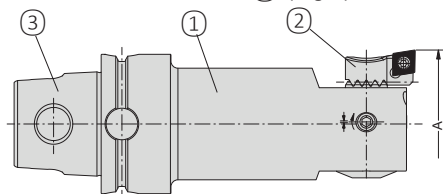

Fig. 1
- Du côté machine, l'outil est équipé d'un attachement KM50TS (3) (Fig.1).